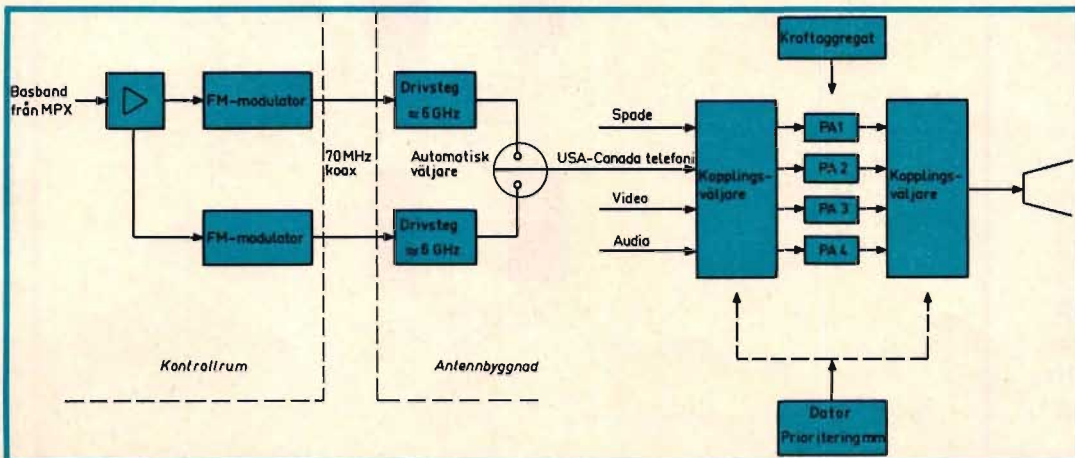

Fig 4. Blockschema över sändarsystemet. Slutstegen (PA) utgörs av vandringsväggrör.
Från multiplexutrustningen sänds basbandsignalen till modulatorerna (se fig 4). Fyra stycken med reserver ger video (TV), audio samt telefoni (här även telexdata) och SPADE-modulator.